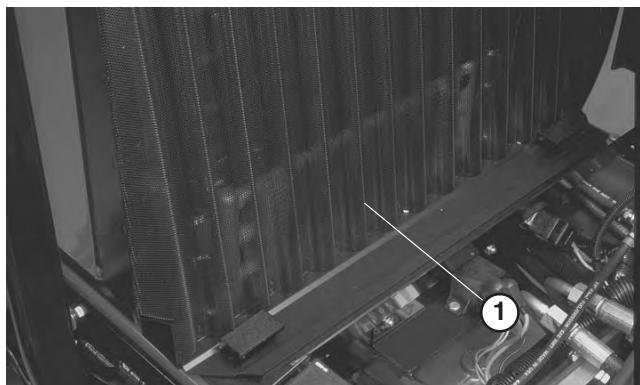

Bild 52
2. Lösen Sie die Klemmen und ziehen Sie das Gitter nach oben aus den Befestigungsgrillen (Bild 52). Reinigen Sie das Gitter gründlich mit Wasser oder Druckluft.